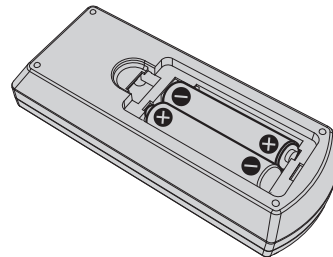

Fig. 2
- 2) Insérez les piles et fermez le couvercle (insérez d'abord le côté $\ominus$). (Fig. 2)